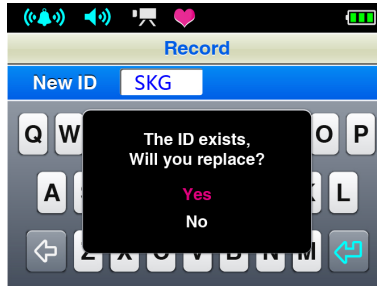

Figura 14. Reemplace el cuadro de diálogo de identificación existente
- c Si la identificación de entrada ha existido, aparecerá el cuadro de diálogo como en la figura 14. Seleccione "Sí" y haga clic en el botón del menú para reemplazar el ID existente , al mismo tiempo que comienza a registrar y regresar a la interfaz de medición; seleccione "No" para regresar a la interfaz "Input ID" .